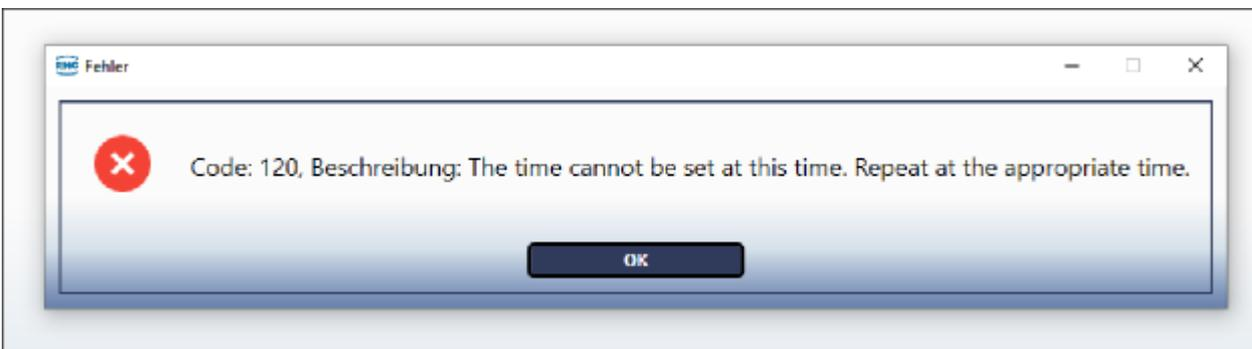

Abb. 51: Zeitverstellung, Fehlermeldung in RMGViewPrime
- Mehrfache Verstellungen innerhalb einer Stunde sind nicht möglich, auch wenn die Summe aller Justierungen kleiner 36 Sekunden wäre (siehe Abb. 51: Zeitverstellung, Fehlermeldung in RMGViewPrimeAbb. 51).
Ist die Zeitverstellung nicht ohne Stundenwechsel möglich, wird die Zeit nicht verstellt und eine Fehlermeldung ausgegeben (siehe Abb. 50 und Abb. 51).